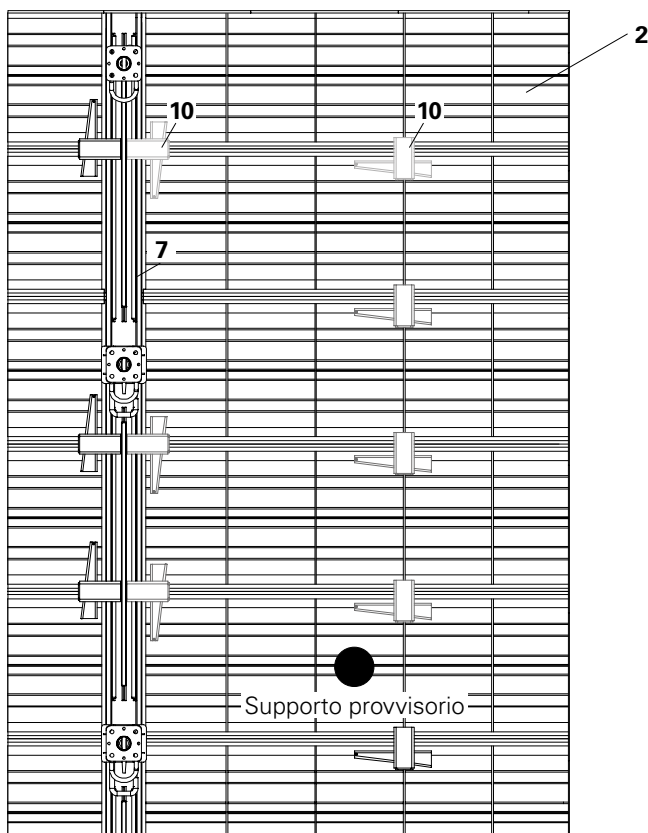
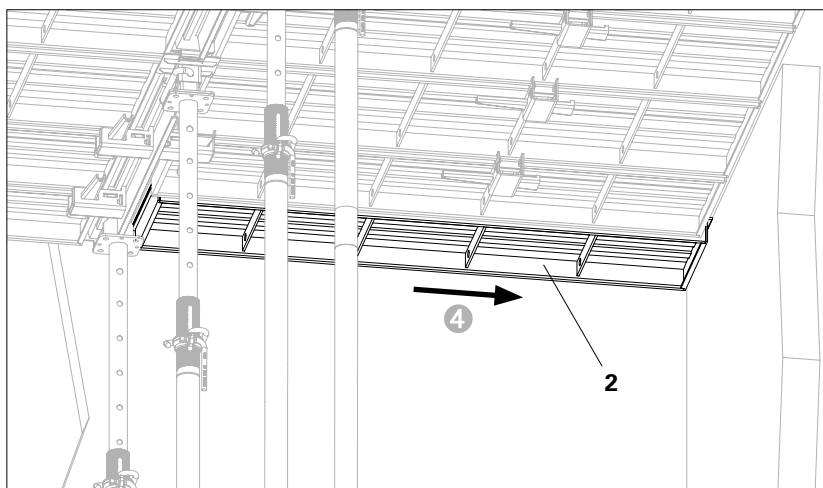

Fig. C3.04
Fig. C3.05
2. Rimuovere i giunti UNO Plus (10) dalla trave della soletta UNO Plus (7) e dal relativo telaio (2) per il primo telaio dell'area che deve essere disarmata. (Fig. C3.04 + C3.04a + C3.04b)
3. Fissare il telaio della trave UNO Plus (2) con l'ausilio di una seconda persona e tenerlo il posizione.
4. Far scorrere o sollevare il telaio per soletta UNO Plus (2) in orizzontale, facendolo uscire dalla trave della soletta. (Fig. C3.05)